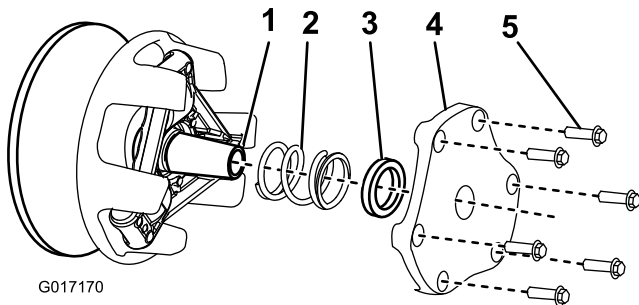

Bild 34
4. Legen Sie die Abdeckung, das Distanzstück und die Feder zur Seite (Bild 34).